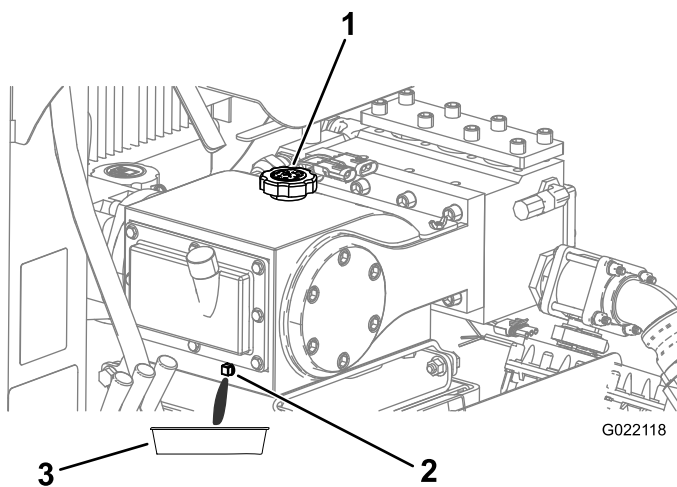

Figure 112
4. Enlevez le bouchon de vidange et placez un bac de vidange sous le trou du bouchon de vidange (Figure 112).